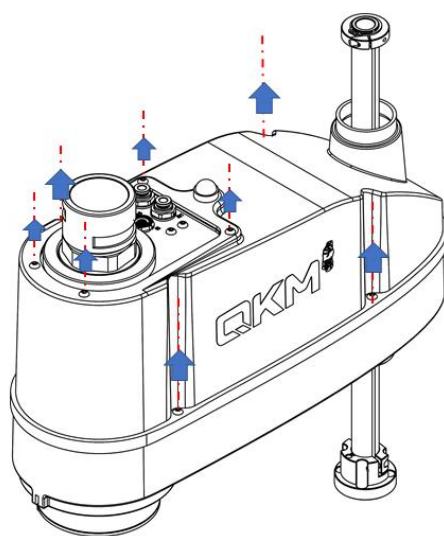

图 4-15 第二机械臂外壳拆卸示意图
**步骤2** 使用 3 号扳手拆卸机器人第二机械臂外壳上的紧固螺钉，如图 4-15 所示。